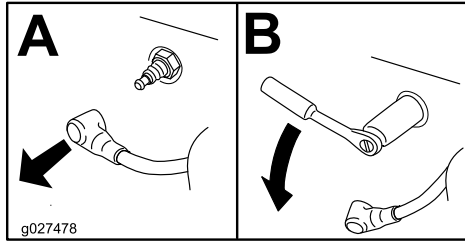

Figura 48
- Togliete la candela (Figura 48).